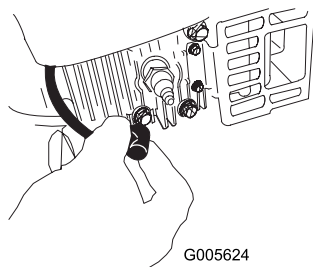

Figure 28
2. Débranchez le fil de la bougie avant d'effectuer un quelconque entretien (Figure 28).